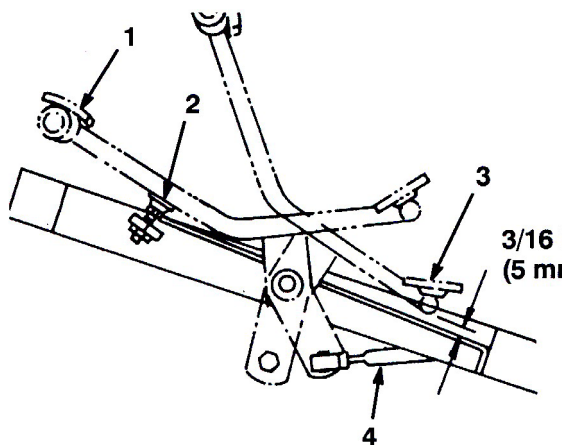

図 48
1. No.5 セクションのバルブ・スプールが完全に引き出される状態までペダルを前進方向に踏み込む。ペダルがストップに当たれば調整は適正である（図48）。
2. この時のペダルの底とフットレストとのすきまを測る（図48）；距離が 5 mm 程度あればよい。値が 5 mm より多くても少なくとも、走行コントロール・ロッドを調整する。調整手順：
- A. 走行コントロール・ロッドをトラクション・シャフト・ピボットに固定しているジャム・ナットとボール・ジョイントをゆるめる（図48）。